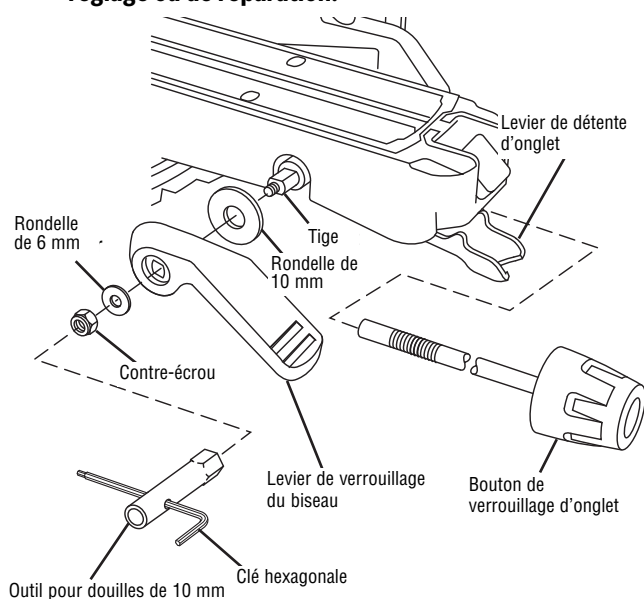

Figure 1
2. Faites glisser le levier de verrouillage du biseau par-dessus la tige en alignant les méplats sur la tige avec les méplats du trou de montage du levier. Le levier doit être en position horizontale, avec la poignée vers l'avant (voir Figure 1).
1. Regardez au-dessous du bras avant de la plaque tournante, au-dessus du levier de verrouillage, et localisez le trou de 10 mm (voir Figure 1).